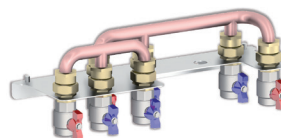

Figura 12
- Collegare i tubi di flussaggio (accessori opzionali) alla dima (Vedi Figura 12)